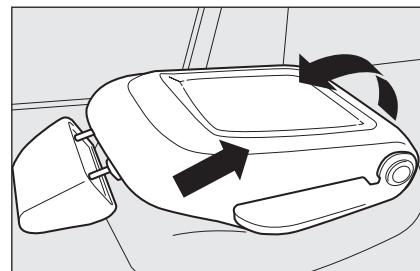

fig. 48
- spingere il sedile posteriore avanti fino a fine corsa **fig. 48**;